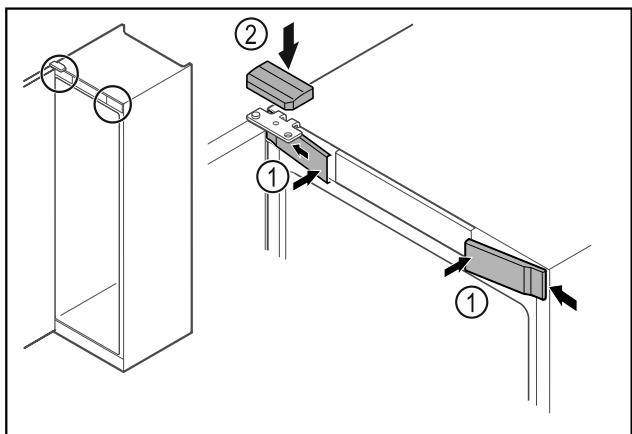

Fig. 68
- Зацепите сбоку и защелкните передние крышки Fig. 68 (1).
- Защелкните верхнюю крышку Fig. 68 (2) сверху.